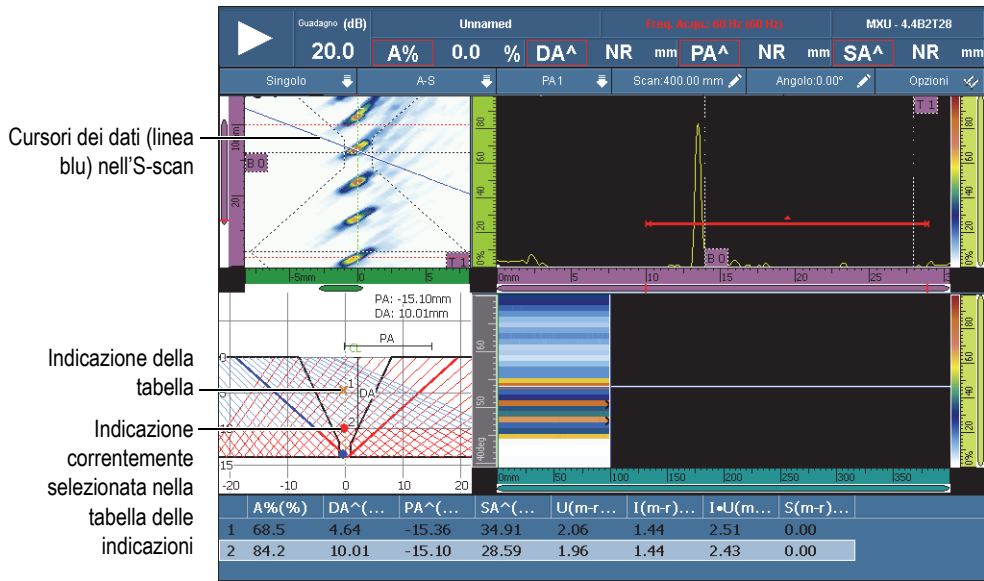

Figura 2-22 Esempio di indicazioni nella vista RayTracing
8. Se più di un'indicazione appare nella vista C-scan, ripetere dal punto 5 al punto 7. Nella vista RayTracing (vedere Figura 2-22 a pagina 83):